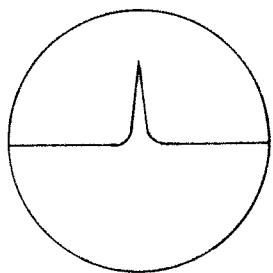

Bild 1
- 3.5.1.2 Anslut oscillatore, inställd på 75 ohm och 200 kHz (kontrollera med frekvenstidräknaren), till stifttaget BSBD IN på modulator 80854. Nivån ska vara min. På oscilloskopet ska endast bärvågen indikeras, se bild 1.
3.5.2.2 Anslut oscillatorn inställd på 600 ohm och 10 kHz (kontrollera med frekvenstidräknare), till jacken LF XMTR A (B) på anpassare S 80850. Nivån ska vara min. På oscilloskopet ska endast bärvågen indikeras, se bild 1.